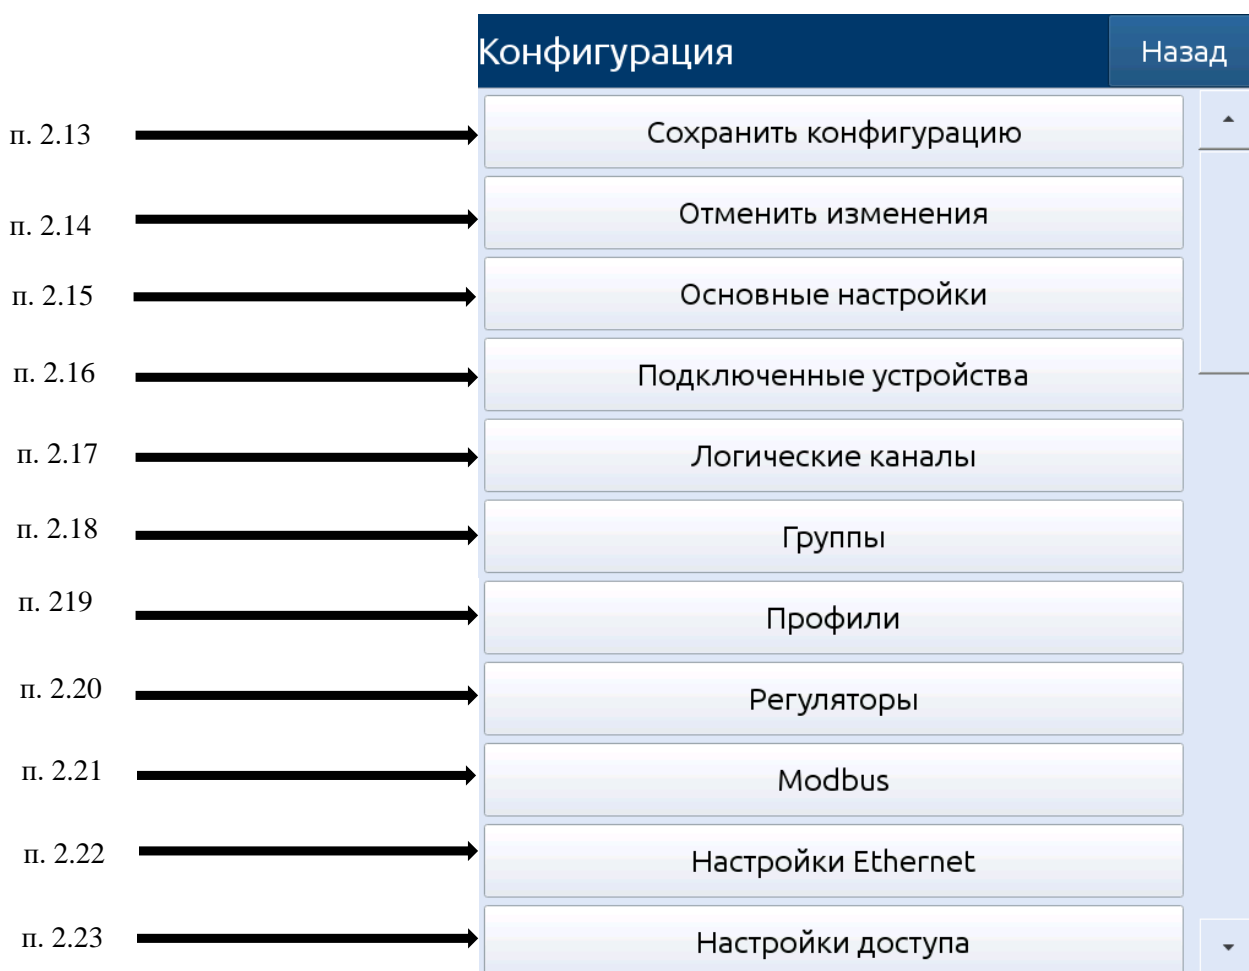

Рисунок 2.40
2.12.4. После нажатия кнопок «Меню» → «Конфигурация прибора» и корректного ввода пароля (если включена защита доступа), на экране РМТ 19 появляется главное меню (см. рисунок 2.40).